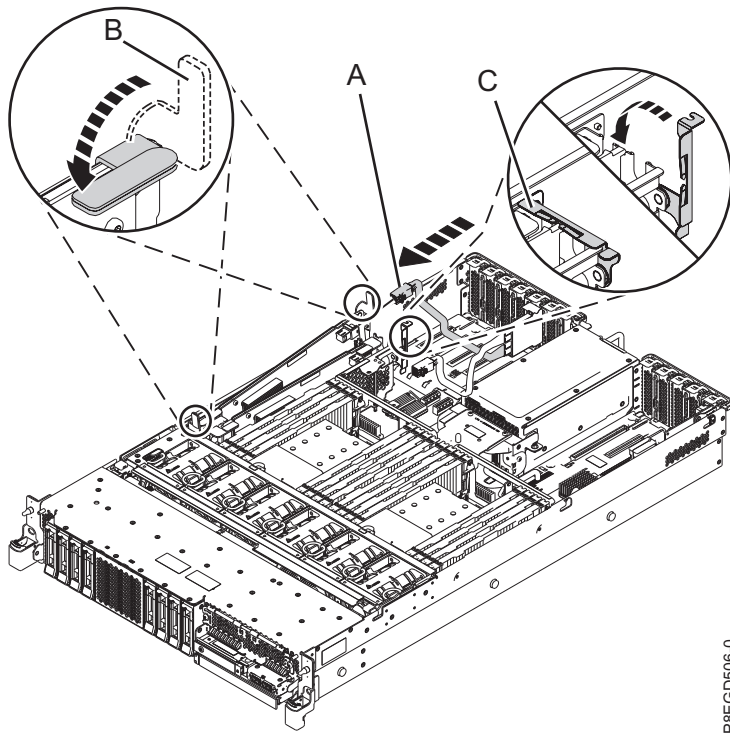

Figura 6. Sustitución del cable SAS inferior de la parte posterior en la ubicación de ranura P1-C14
4. Vuelva a conectar el cable SAS inferior de la parte trasera (**A**) con el conector trasero del adaptador interno RAID SAS en la ranura P1-C14, como se muestra en Figura 6 en la página 8. El adaptador interno RAID SAS debe subirse ligeramente para poder enchufar el cable.
6. Presione las asas azules (**B**) en la dirección que se muestra en Figura 6 en la página 8.
7. Cierre la abrazadera de retención de cable (**C**) en la dirección que se muestra en Figura 6 en la página 8.